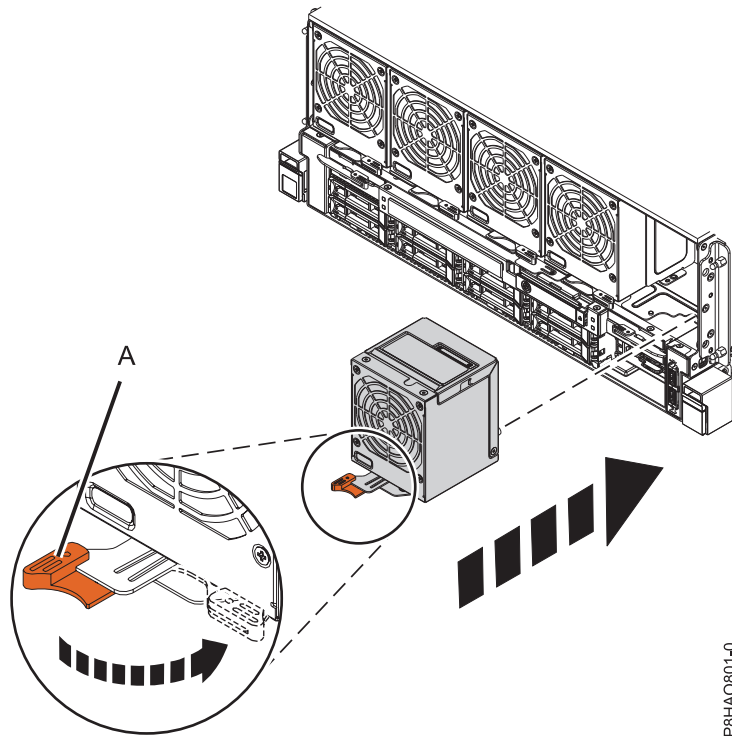

Abbildung 15. Vorderen Lüfter wiedereinbauen
1. Gehen Sie zur Vorderseite des Racks. Stellen Sie sicher, dass der Lüftergriff (A) geöffnet wird, indem er in die in Abb. 15 auf Seite 16 gezeigte Richtung gedreht wird.
3. Drehen Sie den Lüftergriff (A) in die dargestellte Richtung und drücken Sie dann auf den Lüftergriff, bis die Verriegelung einrastet. Siehe Abb. 15 auf Seite 16.